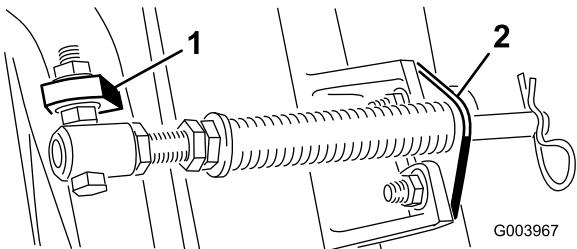

图6
C. 将弹簧管栓安装到承载架的另一个凸耳上，并使用凸缘螺母固定。螺栓头朝向凸耳外侧，如图6 所示。
- D. 使用车身螺栓和螺母将杆支架固定到滚刀组凸耳上（图6）。